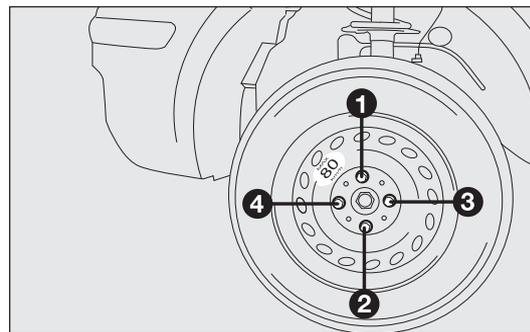

fig. 155
- en se servant de la clé fournie, visser à fond les boulons, en passant alternativement d'un boulon à un autre diamétralement opposé, suivant l'ordre numérique illustré sur la fig. 155 ;